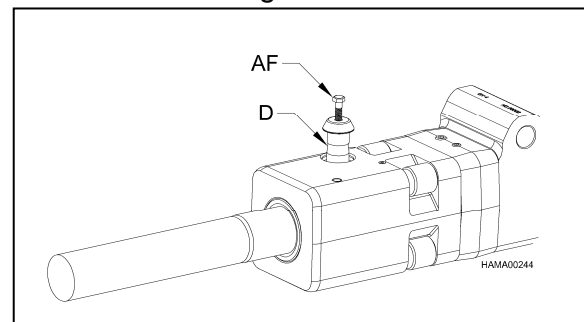

Figura 3
2. Atornille un perno M12 (AF) en el pasador de retención (D) (vea la Figura 3).
3. Retire el pasador de retención (D). Si el pasador de retención (D) está atorado, utilice un martillo y un punzón desde el lado opuesto.